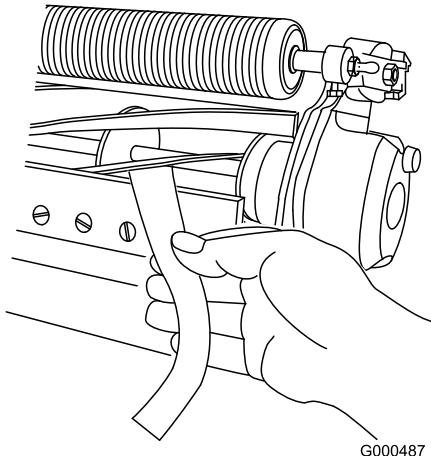

Рисунок 11
- Проверьте режущие способности блока, вставив длинную полоску специальной бумаги Toro (деталь №125-5610) между барабаном и неподвижным ножом, перпендикулярно неподвижному ножу (Рисунок 11). Медленно вращайте барабан вперед. При этом бумага будет разрезаться.